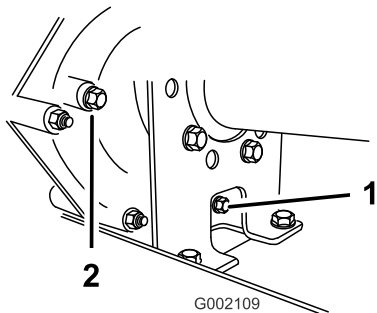
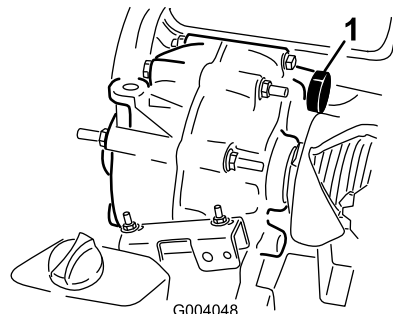

図 56
図 57
2. 補給口および排出口の周囲をウェスできれいにふき取る **図 56**。
4. 補給プラグを左に回して抜きとる **図 56**。
5. ドレンプラグを左に回して抜きとる **図 56**。
6. ガasketとドレンプラグを元通りに取り付ける **図 56**。
7. 補給プラグ穴から、オイル溜め **図 57** に、所定のトランスミッションオイル約 1.4 リットルを入れる。これで補給口のねじ山の下位置までオイルが入る **図 56**。
8. ガasketと補給プラグを元通りに取り付ける **図 56**。
10. オイルの量を点検し、ねじ山の下位置よりも下がっている場合には適宜追加する **図 56**。